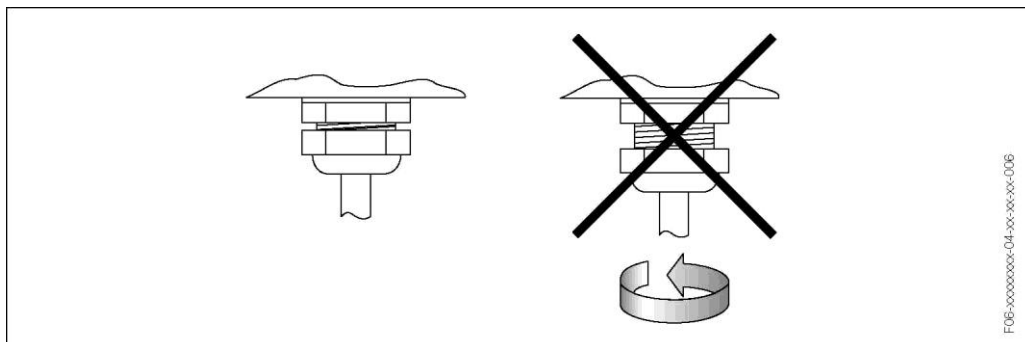

Рис. 22: Инструкции по установке кабельных вводов на корпусе преобразователя
- Необходимо плотно затянуть кабельные вводы (Рис. 22).